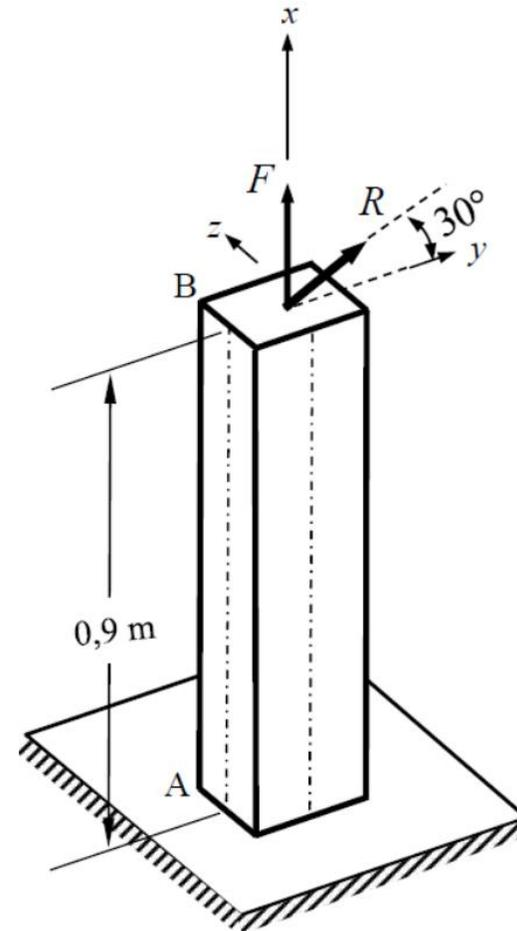
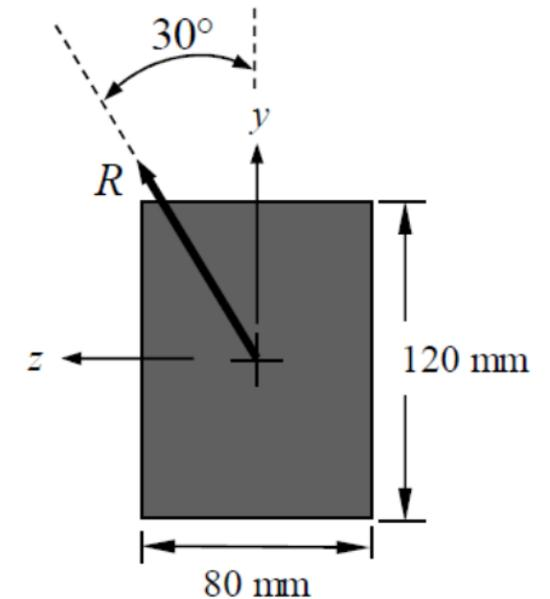

Figure 6a: Poutre et chargement
Figure 6b: section de la poutre
La Figure 6a illustre en isométrie une poutre AB de longueur de 0,9 m. Cette structure de section rectangulaire (voir Figure 6b) est encastree à une extrémité A et libre à l'extrémité B. La charge externe consiste en une force  $R = 20$  kN appliquée dans le plan  $yz$ , fait un angle de  $30^\circ$  par rapport à l'axe  $y$  (voir la Figure 6b) et une force  $F = 76$  kN suivant l'axe  $x$  appliquées au point B.
b) Identifiez clairement sur la Figure 6b où est situé le point le plus critique.